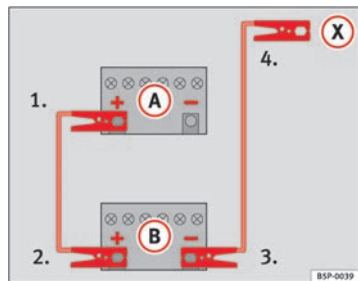

Fig. 230 Esquema de conexión de los cables de emergencia
En la ⇒ fig. 230 (A) representa a la batería sin carga y (B) a la batería con carga.
- 1. Emborne un extremo del cable de emergencia rojo al polo positivo ⇒ página 298, fig. 230 (+) del vehículo con la batería descargada ⇒ ⚠.
- 4. Emborne el otro extremo del cable negro de emergencia (X) a una pieza de metal maciza unida al bloque motor o al mismo bloque motor del vehículo con la batería descargada, lo más alejado posible de la batería ⇒ ⚠.